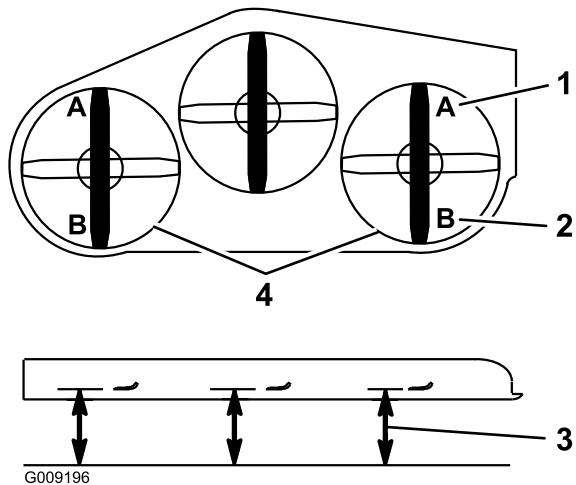

Figure 90
Remarque: On doit obtenir un écart de 7,6 cm (3 po) (Figure 90).
17. De chaque côté du tablier de coupe, mesurez la distance entre la surface plane et la pointe arrière de la lame (position B). On doit obtenir un écart de 8,3 cm (3 1/4 po) (Figure 90).